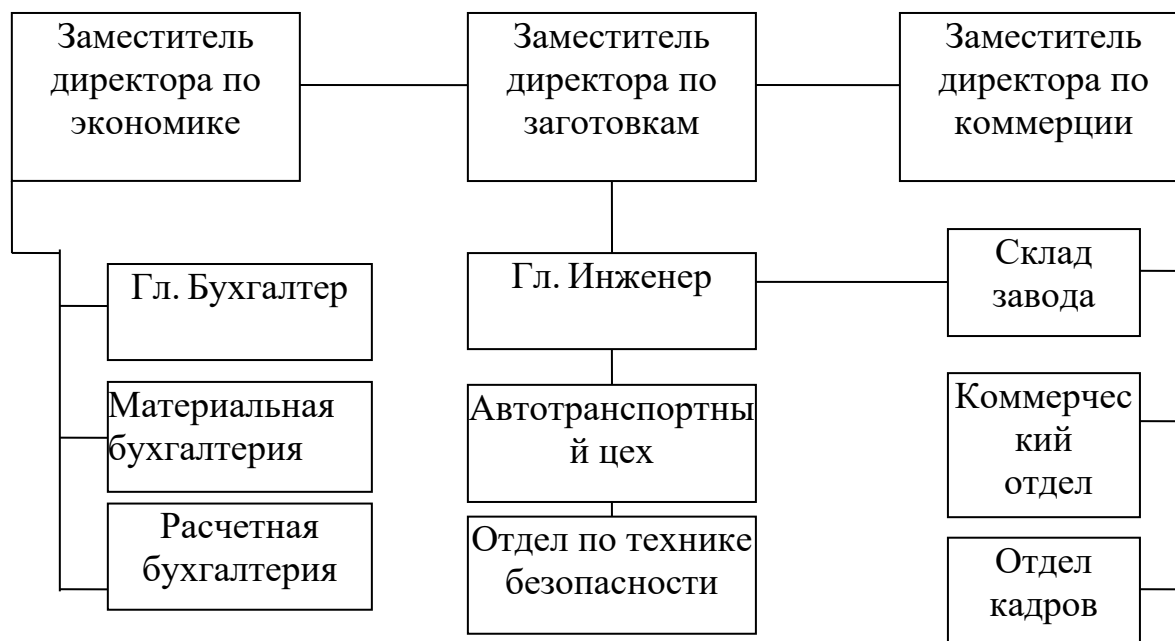

Рисунок 1 – Организационная структура ООО ПК «Венткомплекс»
- Представленная организационная структура (рисунок 1) показывает взаимосвязь внутренних подразделений завода и подчиненность в принятии решений.